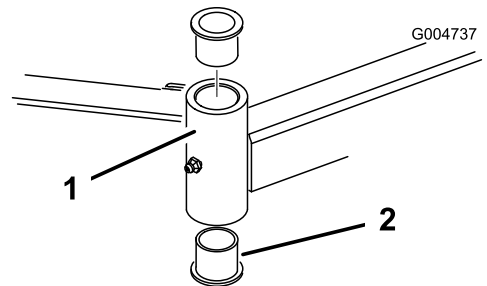

Figura 21
4. Inserte un botador fino en la parte superior o inferior del tubo de montaje y dé golpes hasta retirar el casquillo del tubo (Figura 21). Retire también el otro casquillo del tubo. Limpie el interior de los tubos para eliminar toda suciedad.